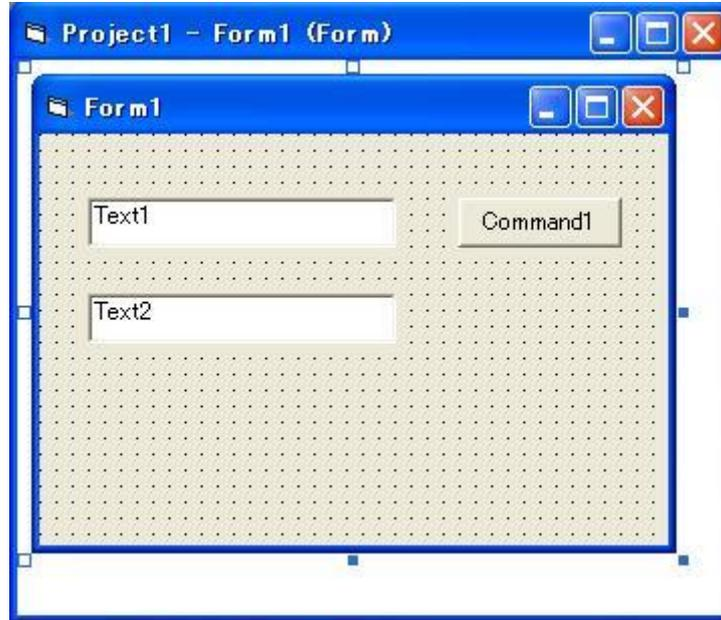

図 4-3 フォームの作成
- (3) 次に、図 4-3 に示すような 2 つのテキストボックスと、1 つのボタンを持つフォームを作成してください。今回のアプリケーションでは、テキストボックス(Text1)に IP アドレスを入力し、ボタン(Command1)を押下すると、テキストボックス(Text2)に Ping の送信結果が表示されます。